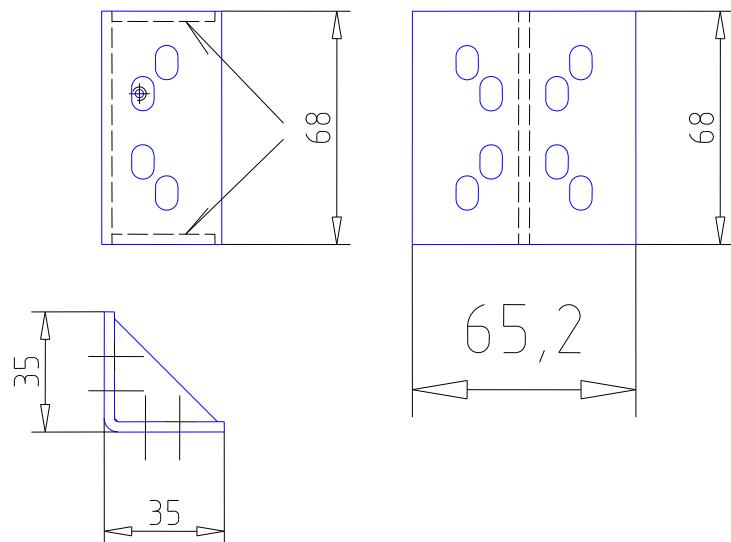

Рисунок 3.7 – Батарейный стеллаж Штиль MBS-03
4.1 Закрепить винтами M6*16 опоры (рисунок 3.7) на стойках изделия (рисунки 3.4, 3.5).